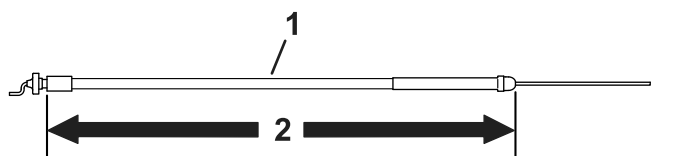

Figura 9
- Utilice el cable del acelerador de 158,3 cm de largo para todos los modelos, salvo las unidades tracción modelo 04035, 04037, 04056 y 04060; consulte Figura 9.